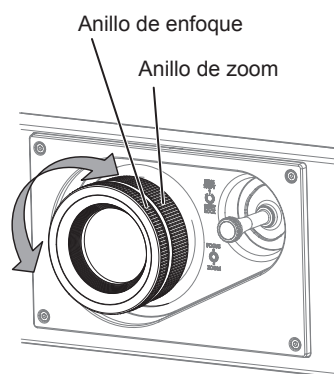

Figura 2
- 5) Ajuste el zoom y el enfoque. (Figura 2)